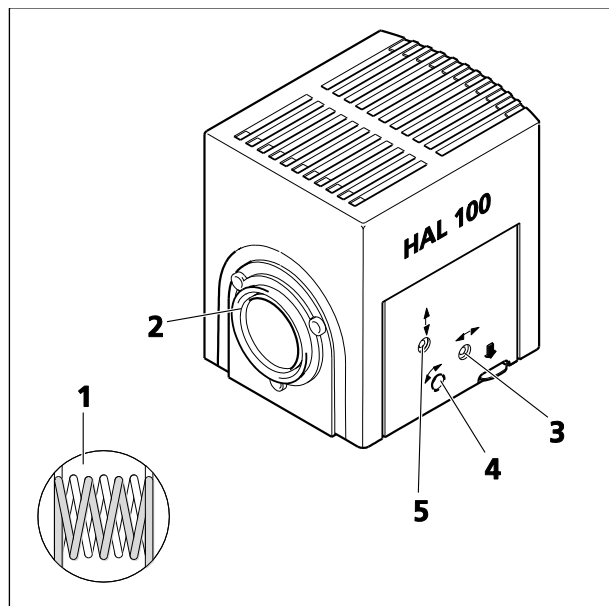

Figure 3-19 Réglage de la lampe halogène HAL 100
- À l'aide d'un tournevis à tête sphérique (3 mm) tourner la vis de réglage (Figure 3-19/3) jusqu'à ce que les deux images des filaments de la lampe semblent aussi nettes que possible sur la surface de projection.
- Tourner ensuite les deux vis de réglage (Figure 3-19/4 et 5) jusqu'à atteindre une valeur avec laquelle les filaments de la lampe d'une image remplisse exactement les espaces dans l'image du filament réfléchi (Figure 3-19/1).
(2) Réglage précis
- Retirer l'oculaire et centrer le filament de la lampe et l'image miroir du filament de lampe dans l'image de la pupille à l'aide des vis de réglage (Figure 3-19/4 et 5).
- Régler les vis de réglage (Figure 3-19/3) pour obtenir un éclairage optimal et uniforme de l'image de la pupille.